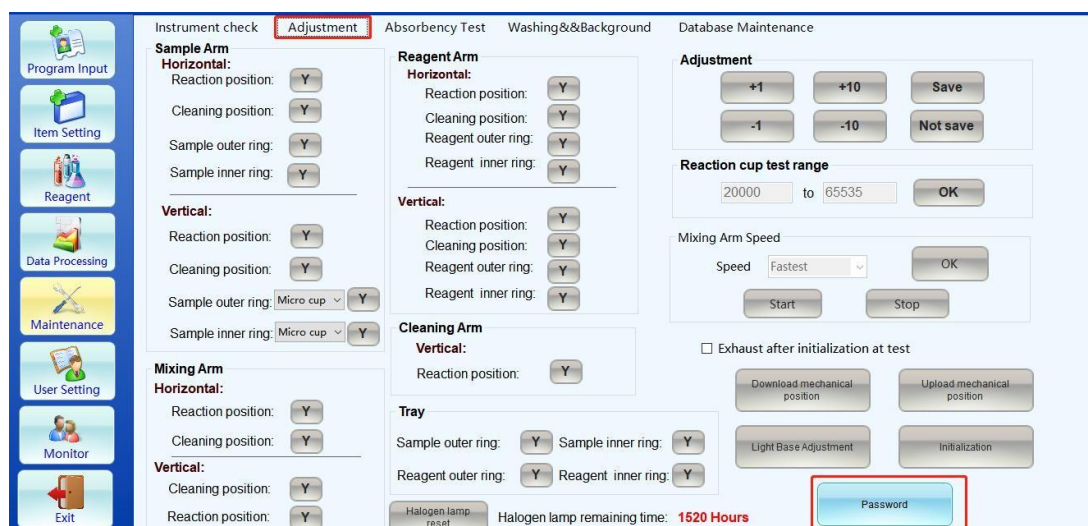

Figura 7-6 Ajuste
**Passo 3:** Clique em [Manutenção] na barra de menu da interface principal de software e insira a interface [Ajuste] da área de trabalho, como mostrado na figura 7-6. Clique no botão [Senha] na parte inferior direita para exibir uma caixa de diálogo de senha. Insira a senha de login "666666" na caixa para inserir a calibração de instrumento.